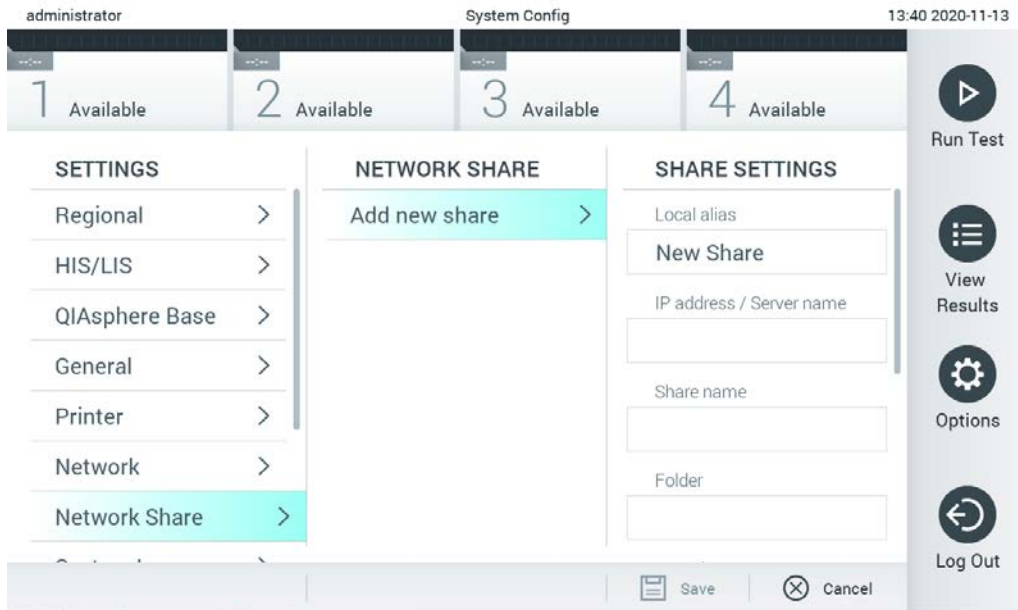

Figura 69. Aggiunta di una condivisione di rete.
3. Premere il pulsante Add new share (Aggiungi nuova condivisione) (Figura 69).